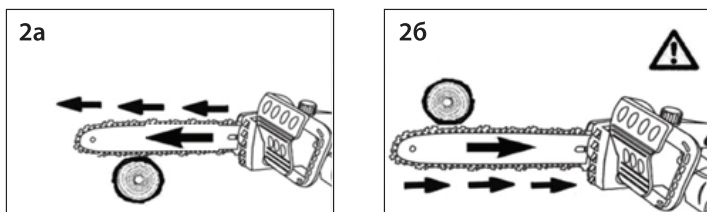

Рис. 2
- При пилении верхней стороной шины будьте особенно осторожны - если цепь застрянет в древесине, это приведет к сильному толчку пилы в сторону работающего, что может стать причиной потери равновесия и травм, поэтому старайтесь работать, по возможности, только нижней стороной шины. (Рис. 2а и 2б).